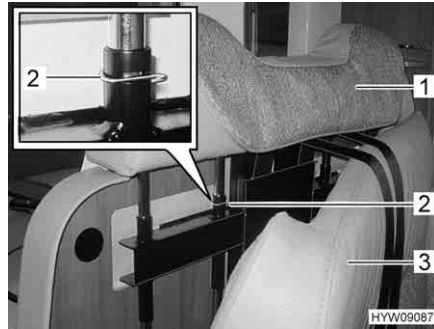

Fig. 57 Rimozione poggiatesta
- Ribaltare in avanti il cuscino (Fig. 57,3).
- Rimuovere i fermagli di sicurezza (Fig. 57,2).
- Tirare i poggiatesta (Fig. 57,1) verso l'alto.